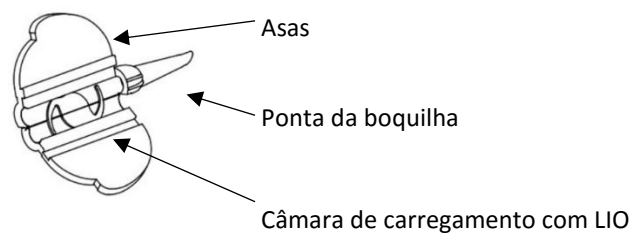

Fig. 1
6. Mantenha as asas do cartucho abertas, centre a LIO e empurre suavemente a lente para baixo com os fórceps, para assegurar que a ponta mais próxima do óptico está bem acente debaixo da borda da câmara de carregamento como demonstrado na Fig. 1.